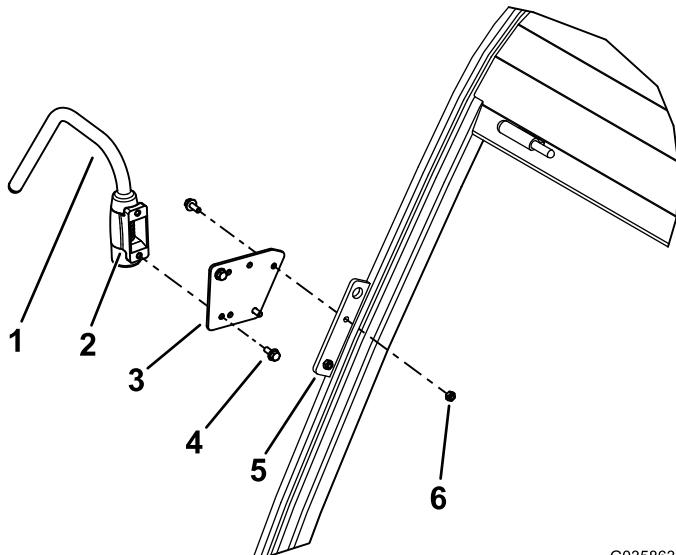

図 3
2. サポートアームの取り付けブラケットを、延長ブラケットと、キャブのピラー A にあるミラーブラケットに合わせる 図 3。
3. 図 3 のように、延長ブラケットをミラーブラケットに固定するフランジヘッドボルト M6 x 16 mm 2 本とロックナット M6 2 個を使用する。
4. 図 3 のように、サポートアームをピラーに固定するフランジヘッドボルト M6 x 16 mm 2 本を使用する。